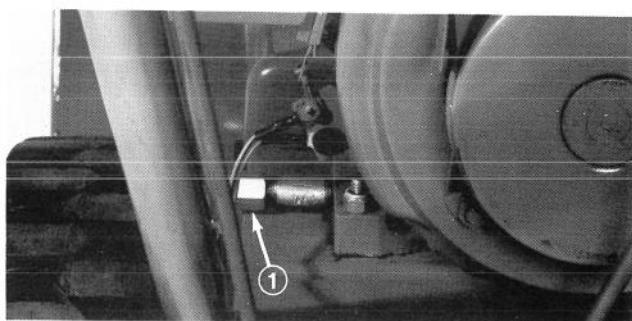

Abb. 25
3. Die Umgebung des Ölablassstopfens reinigen und die Ablasswanne unter den Ablassstutzen stellen. Dann den Ablassstopfen herausschrauben (Abb. 25).